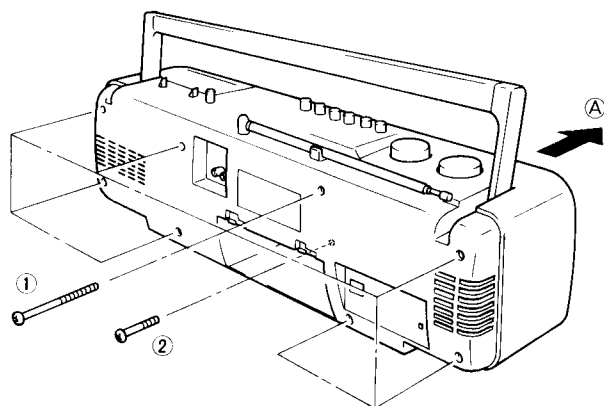

Fig. 1
1. Front Case (Fig. 1, 2)
1. Boîtier avant (Fig. 1, 2)